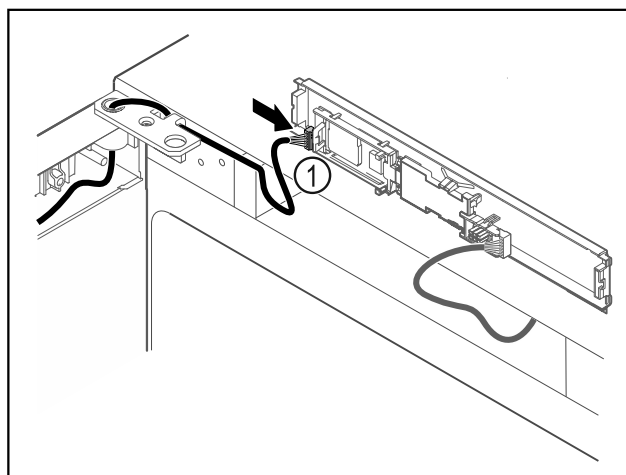

Fig. 64
- ▶ Sett pluggen Fig. 64 (1) inn i kretskortet.